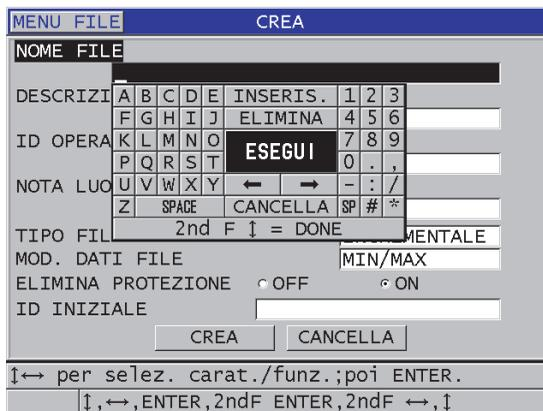

Figura 11-3 Esempio della schermata CREA
3. Nella schermata **CREA** (vedere Figura 11-3 a pagina 188):